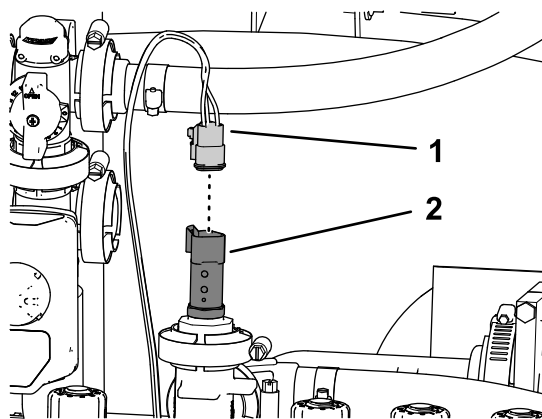

图133
1. 将标有压力传感器绿色楔块的 61cm 套件线束支管的 3 插槽接头插入压力传感器的 3 针接头图133。